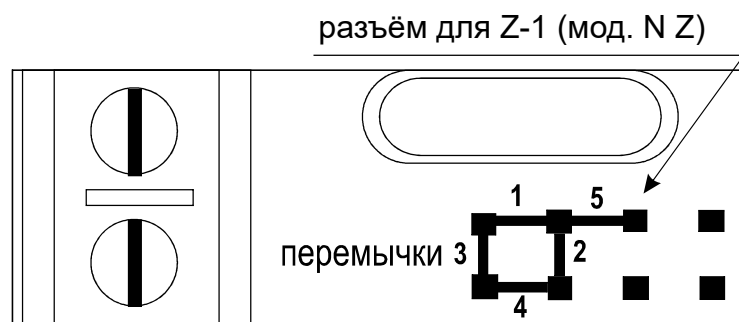

Рис. 2 Положение перемычек
В комплект поставки контроллера Z-5R (мод. 5000) входит переключатель, который используется для программирования контроллера (всего пять положений) (см. рис.2).
2. Установите защитный диод (см. рис.5). В случае, если замок электромеханический, установите перемычку в положение 1 (см. рис.2).